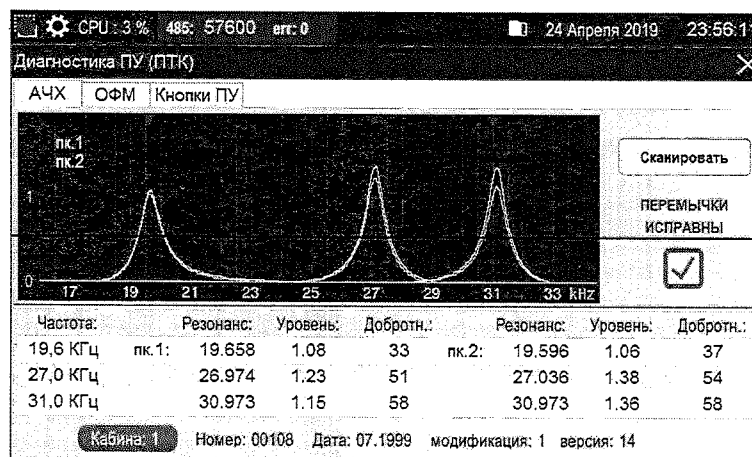

Рисунок 31
1.5.11.2 Во вкладке «АЧХ» (рисунок 31), при нажатии на кнопку «Сканировать», производится сканирование частоты сигнала на контрольном витке антенны от 15,5 до 33,5 кГц с амплитудой, соответствующей току в шлейфе путевого устройства 0,5 А. Амплитуда на выходе приёмников считывается из линии обмена САУТ. После завершения этого процесса на экране строится АЧХ приёмников обоих полукомплектов, а также выводятся в таблицу основные их параметры (резонансные частоты, уровни и добротности).